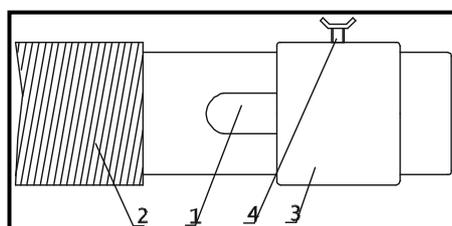

Рисунок 5
4.4.4. Для транспортировки абразивного материала по шлангам необходимо чтобы материал находился во взвешенном состоянии. Для этого в насадке предусмотрено регулировочное отверстие поз.1 (рис.5), размер которого регулируется при помощи регулировочной шайбы поз.3 и зажимного болта поз.4. Насадка одевается на конец шланга поз.2 и зятя-